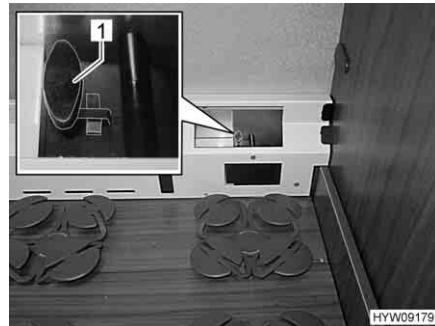

Fig. 154 Valvola di chiusura (zona di coda)
- La manopola (Fig. 154,1) si trova in senso longitudinale rispetto al tubazione: La potenza di riscaldamento massima nella zona di coda.
- La manopola (Fig. 154,1) si trova in senso trasversale rispetto al tubazione: La zona di coda non viene riscaldata.
- La manopola (Fig. 154,1) si trova in una posizione intermedia: La potenza di riscaldamento nella zona di coda varia a seconda della posizione della manopola.